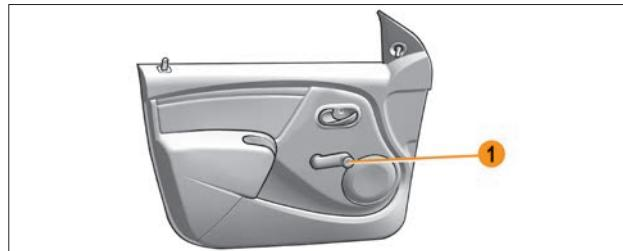

Рис. 4.1.1. Рукоятка привода стеклоподъемника
**В вариантом исполнении** стеклоподъемники имеют ручной привод. Вращайте рукоятку 1 (рис. 4.1.1), чтобы опустить или поднять стекло на нужную высоту.